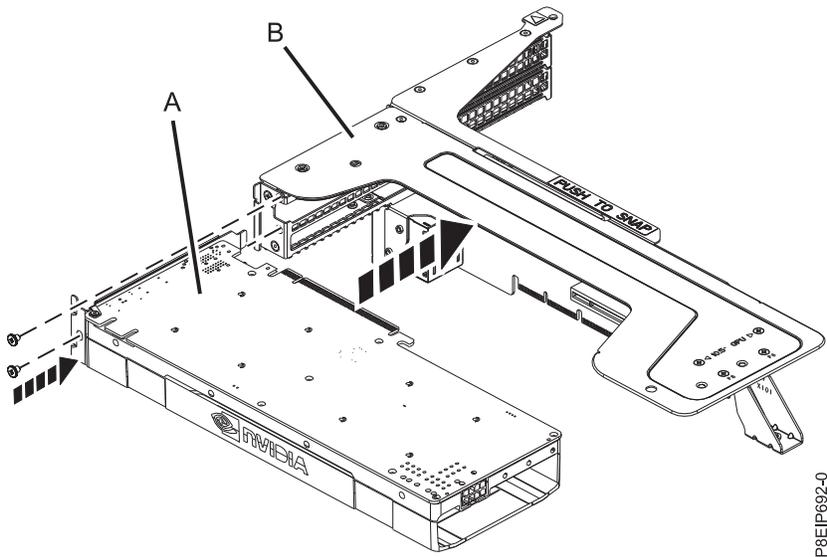

Figure 27. Insertion de l'unité de traitement graphique dans le connecteur de bus
- a. Insérez l'unité de traitement graphique (A) dans le connecteur de bus de la carte PCIe (B) comme indiqué dans la figure 27.